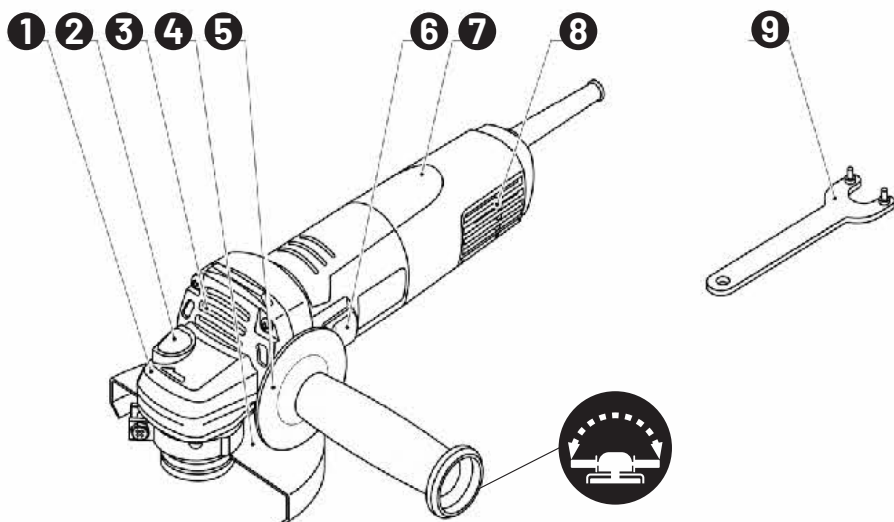

FIG. 1
Ekstra håndtag (se fig. 1)
- Brug altid det ekstra håndtag (5), når du betjener værktøjet.
- Følg fremgangsmåden vist i fig. 1 for at montere eller afmontere håndtaget.